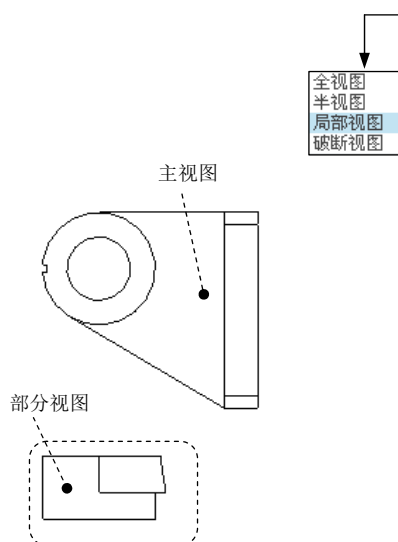

图 6.4.26 “部分”视图
下面创建图 6.4.26 所示的“部分”视图，操作方法如下：
Step1. 先单击图 6.4.26 所示的主视图，然后右击，从系统弹出的快捷菜单中选择 **插入投影视图...** 命令。